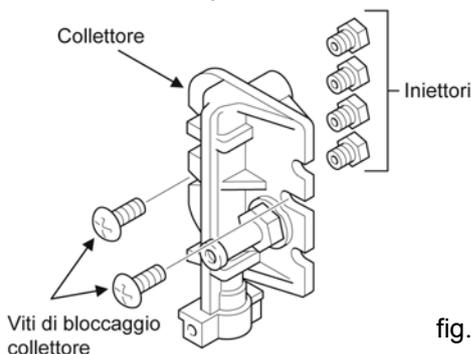

fig.3
5. Sostituire gli iniettori del collettore (fig. 3).